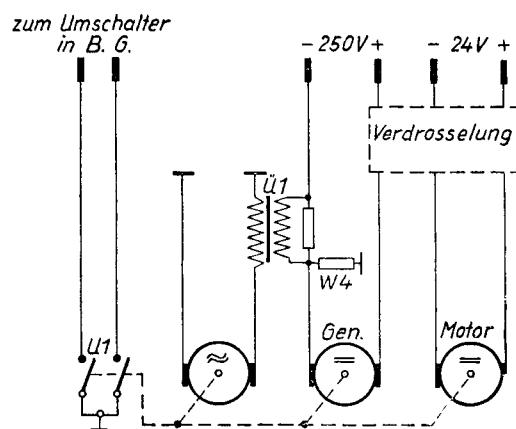

Abb. 5. Vereinfachtes Schaltbild des Tongebers
**Schaltung** (s. Abb. 5): Einanker-Umformer für die Erzeugung der Anodenspannung und der Modulationsspannung für das Sende-Empfangsgerät; Umformer-Verdrosselung; Speisung aus der Vordbatterie. Selbsttätiger Zeichengeber, vom Umformer angetrieben, mit zwei austauschbaren Zeichengeberschaltern.